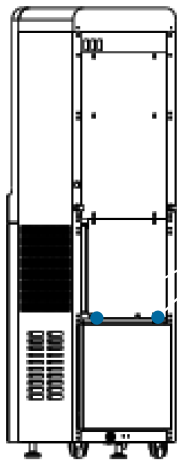

Figure 6 · Dévissez les vis du capot arrière
2. À l'aide d'un tournevis, ou à la main, retirez les deux vis du capot arrière (figure 6).